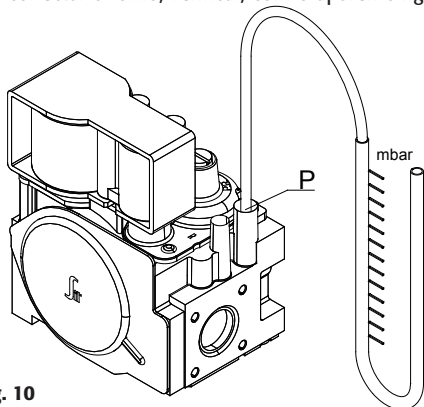

fig. 10
- Desaparafusar o parafuso "P" (fig. 10) da tomada de pressão da válvula.